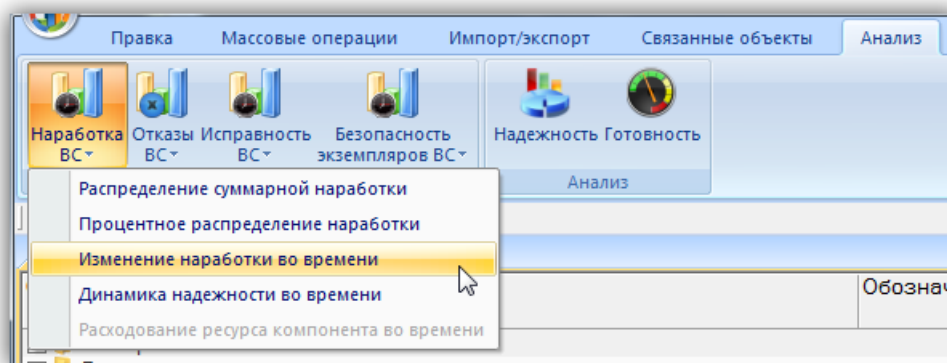

Рис. 13-229 – Выбор диаграммы по наработке
- 3) Нажать кнопку «Нарботка ВС» панели «Диаграммы» на вкладке «Анализ» и выбрать пункт «Изменение наработки во времени» (рис. 13-229).